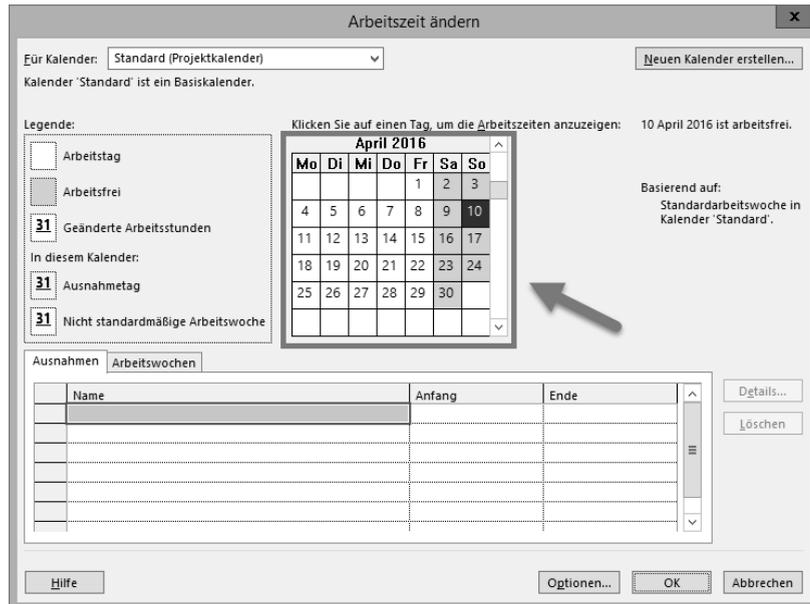

Abbildung 6.9 Auswählen der Kalendertage
- Wählen Sie aus der Monatsübersicht den oder die Tage durch Markieren mit der Maus aus (siehe Abbildung 6.9).
Eine weitere Einstellungsmöglichkeit ergibt sich, wenn Sie den Reiter **ARBEITSWOCHEN** auswählen (siehe Abbildung 6.9). Hier kann ebenfalls ein Name für die Ausnahme eingegeben werden. Der Zeitraum ergibt sich entweder aus der Auswahl darüber oder durch Eingabe in die Felder **ANFANG** und **ENDE**.